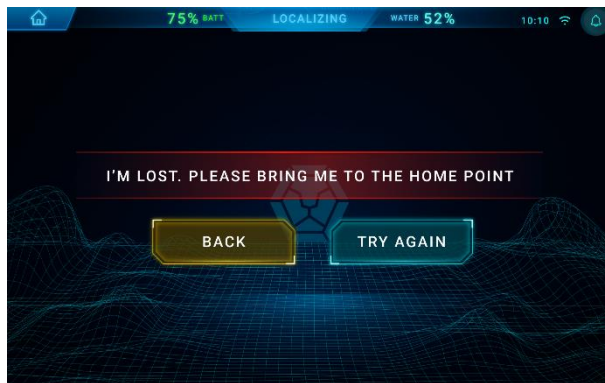

Fig 10
14. Indien de robot verdwaald is, breng hem dan naar het "HOME PUNT" (Fig 10).